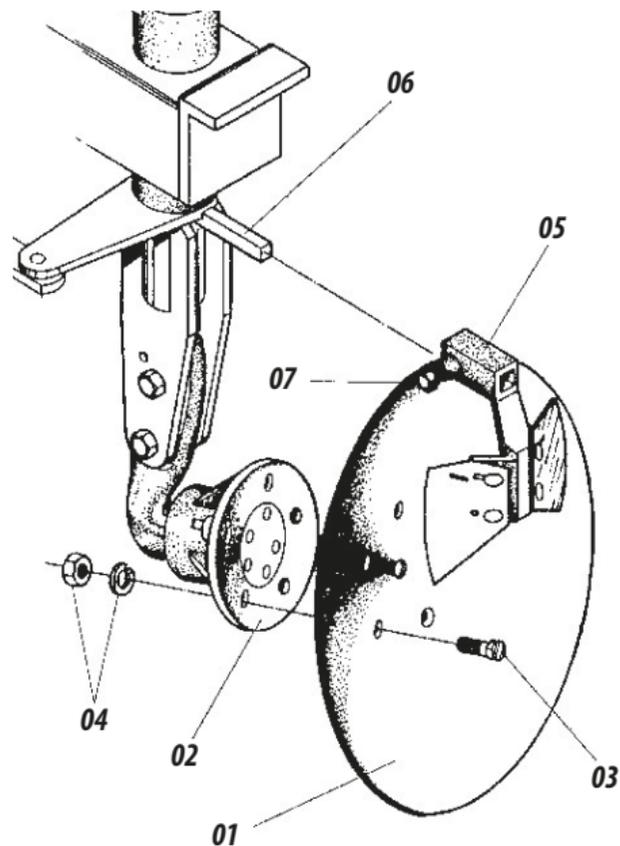

FIGURA 3
- Fixar os discos item 1 **figura 3**, nos cubos item 2 através dos parafusos item 3, porca e arruela item 4.
- Introduza os limpadores item 5 no suporte item 6, fixando-os através dos para fusos, porcas e pinos do arado.